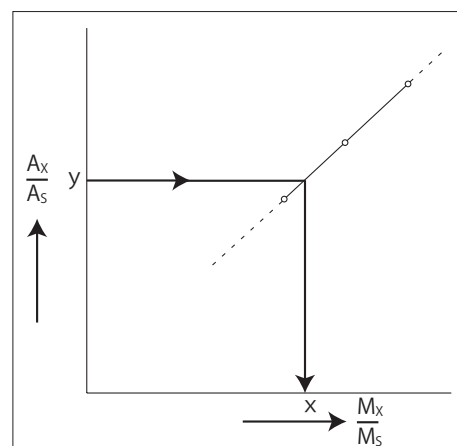

図7. 内標準法による検量線
- (1) 一定濃度の内標準物質^{*2}を含む、3段階以上の濃度の分析対象成分希釈標準液を調製します。
- (2) 各希釈標準液を一定量導入し、クロマトグラムを記録してピーク面積を測定します。
- (3) 導入された分析対象成分の量(M_x)と内標準物質の量(M_s)との比(M_x/M_s)を横軸に、分析対象成分のピーク面積(A_x)と内標準物質のピーク面積(A_s)との比(A_x/A_s)を縦軸にして、図7に示すような検量線を作成します。なお、検量線は測定点を代表するように引きます。
- (4) サンプル溶液に、希釈標準液とほぼ同じ濃度になるように内標準物質を既知量添加^{*3}した測定用サンプル溶液を調製します。このとき、分析対象成分のピーク面積(A_x')と、内標準物質のピーク面積(A_s')との比(A_x'/A_s')が検量線の範囲内になるようにします。この測定用試料溶液を希釈標準液と同一条件の下で導入してクロマトグラムを記録します。
- (5) クロマトグラムから分析対象成分のピーク面積(A_x')と内標準物質のピーク面積(A_s')との比(A_x'/A_s')を算出し、検量線から分析対象成分量と内標準物質の量の比を求め、導入された内標準物質の量から分析対象成分の量を算出します。これからサンプル中の分析対象成分の濃度を求めます。